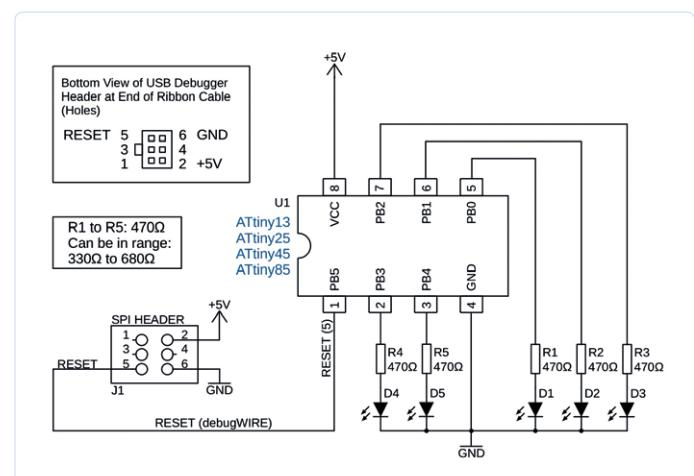
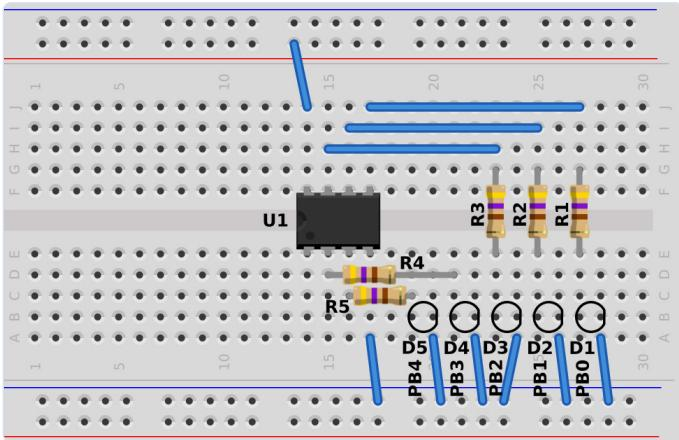

Figure 1. Schéma du circuit du compteur à cinq LED.
Figure 2. Disposition du circuit de compteur à cinq LED sur la platine à essai.
La figure 1 montre un schéma de circuit d'un microcontrôleur AVR ATtiny13(A) ou ATtiny25/45/85 avec cinq LED connectées aux broches E/S PB0 à PB4. La broche PB5 du microcontrôleur ATtiny dans le circuit est utilisée comme broche debugWIRE pour
Les programmeurs USB avec uniquement des capacités de programmation peuvent être utilisés avec le circuit de la **figure 1** pour charger le programme d'exemple qui suit et voir la valeur du compteur affichée sur les LED.
Connectez les LED comme indiqué dans la **figure 1** et la **figure 2**. Le design original du USBasp et celui de USBtinyISP sont munis de résistances de protection sur les lignes qui sortent de ces programmeurs, pour les protéger, ainsi que la puce AVR cible. L'Arduino Uno programmé comme un ArduinoISP n'a pas de résistances de protection, mais il est possible d'en ajouter sur la ligne MOSI et la ligne SCK de l'Arduino Uno dédié à l'AVR cible. Des résistances de protection de $270\ \Omega$ sont utilisées dans la conception originale de l'USBasp, et sont placées sur les lignes MOSI, SCK et RESET. Des résistances de $1,5\ k\Omega$ sont utilisées sur les lignes MOSI et RESET de la conception originale de l'USBtinyISP.
Bien que le circuit de la **figure 1** puisse être programmé à l'aide de l'interface ISP/SPI avec les LED et les résistances en série, d'autres circuits peuvent avoir du matériel qui interfère avec la programmation. Il existe différentes solutions à ce problème. Bien sûr, les lecteurs qui disposent d'un programmeur/débogueur USB doté de debugWIRE, tel que l'Atmel-ICE, peuvent simplement mettre l'AVR cible en mode debugWIRE, et ainsi utiliser une seule broche pour la programmation. Une autre solution est de programmer l'AVR sur une autre platine d'essai en utilisant ISP/SPI, et de le
On peut aussi utiliser un AVR avec plus de broches, mais celles du port libre ne correspondent pas toujours à celles du même port d'un ATtiny PDIP 8 broches. Par exemple, si l'on utilise les broches de port PBo à PB4 comme dans le circuit de la **figure 1**, on ne dispose pas de cinq broches libres consécutives sur la gamme d'AVRs ATtiny24/44/84 à 14 broches, parce que les broches ISP/SPI utilisent celles du port A et du port B. Sur la gamme ATtiny26/261/461/861 20 broches, le port A est entièrement libre avec un programmeur ISP/SPI connecté, mais cela signifie que le logiciel doit être modifié pour utiliser le port A au lieu du port B. Heureusement, la gamme ATtiny2313/4313 20 broches a les broches PBo à PB4 libres avec un programmeur ISP/SPI connecté.
Pour que le microcontrôleur puisse être programmé à l'aide d'une seule ligne debugWIRE comme le montre la **figure 1**, il est nécessaire de connecter d'abord toutes les lignes du connecteur ISP au microcontrôleur à partir du programmeur/débogueur USB, puis de configurer le fusible **DWEN** de l'AVR pour le mettre en mode debugWIRE. Votre AVR est maintenant en mode debugWIRE. Si ce n'est pas le cas, connectez votre programmeur/débogueur, tel qu'un Atmel-ICE ou un AVR Dragon, et assurez-vous que vous êtes prêt et capable de régler le fusible **DWEN**. Une fois que le fusible **DWEN** est programmé, toutes les connexions du connecteur ISP peuvent être démontées du circuit à l'exception de RESET, +5 V (Vcc) et GND comme le montre la **figure 1**.
Si vous disposez du matériel nécessaire, construisez le circuit de la **figure 1** sur une plaque d'essai. Assurez-vous que les cinq LED sont connectées en une ligne avec les broches PBo à PB4 connectées dans l'ordre en commençant par PBo à droite. La LED D1 sera donc à droite de la rangée et D5 à gauche. Nous voulons avoir une seule rangée de LED avec PBo connecté à la LED de droite, PB1 connecté à la LED voisine de gauche, PB2 connecté à la troisième LED en commençant par la droite, et ainsi de suite, comme on peut le voir sur le schéma de la **figure 2**. L'image ne montre que les contours des LED afin qu'elles ne masquent pas les connexions des fils et des résistances. Si vous ne disposez pas du matériel nécessaire, suivez les programmes à l'aide d'un simulateur.
Créez un nouveau projet en assembleur AVR sur Microchip Studio nommé **led_count.asm**. Tapez le code montré dans le **Listage 1** dans le fichier **main.asm** du projet en remplaçant le programme de base. Si vous utilisez le matériel de la **figure 1**, sélectionnez l'outil matériel (votre débogueur), par exemple Atmel-ICE sous Microchip Studio, avec debugWIRE comme interface. Pour ce faire, cliquez sur l'icône **hammer** dans la deuxième barre d'outils supérieure. Si vous utilisez le simulateur, sélectionnez **simulator** comme outil. Si vous utilisez un programmeur « maison », poursuivez la lecture pour voir comment télécharger le programme sur l'ATtiny cible.
sortie de sorte que les LED associées puissent être commandées par le code. Il affiche un nombre binaire croissant, ou compte, sur les LED en commençant par 0 (représenté par toutes les LED éteintes). Lorsque le compteur atteint sa valeur maximale (toutes les LED allumées), il revient à zéro et recommence à compter. Chaque LED « éteinte » représente un chiffre binaire 0 ou un niveau bas, et chaque LED « allumée » représente un chiffre binaire 1 ou un niveau haut. Il est important de disposer les LED comme indiqué sur la **figure 2** afin que le compte s'affiche correctement avec PBo/D1 comme LSB (bit de poids faible) et PB4/D5 comme MSB (bit de poids fort) de la valeur du compteur.
Si vous utilisez le matériel de la **figure 1** et de la **figure 2**, créez le programme et téléversez-le sur l'AVR. Si vous utilisez un Atmel-ICE ou un AVR Dragon, utilisez l'icône Start Without Debugging dans la barre d'outils supérieure de Microchip Studio ou le raccourci clavier *Ctrl + Alt + F5* pour télécharger le programme dans l'AVR. Si l'interface du débogueur est correctement configurée et que la puce est en mode debugWIRE, le programme sera chargé et commencera à fonctionner. Le compte binaire incrémentiel sera indiqué par les LED. Si vous utilisez un programmeur USB *program-only*, ou un que vous avez conçu vous-même, chargez alors le programme sur l'AVR cible en utilisant la fonction appropriée. Si le circuit a été câblé convenablement, et le programme a été saisi sauvegardé et compilé correctement, vous verrez la valeur du compte binaire s'incrémenter sur les LED et vous pourrez utiliser le simulateur dans la suite.